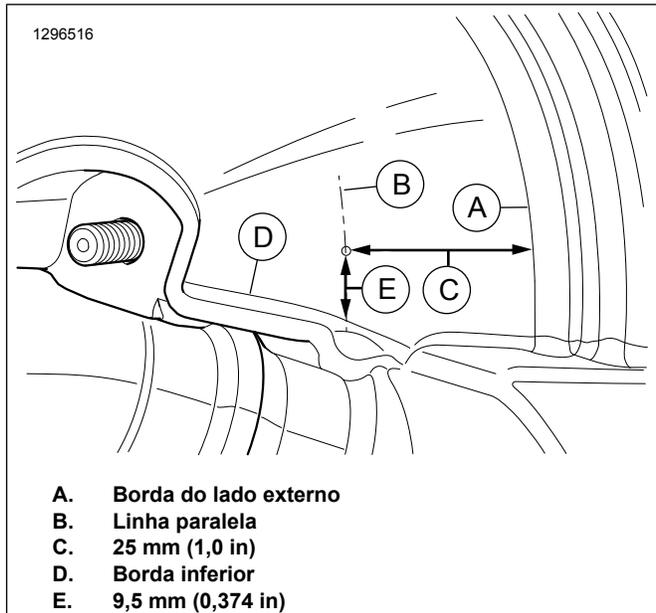

Figura 10. Localização do furo
11. Veja a figura 10. faça o furo na parte no verso da carenagem inferior.
- a. Pela borda do lado externo (A), marque uma linha paralela (B) na distância especificada (C).